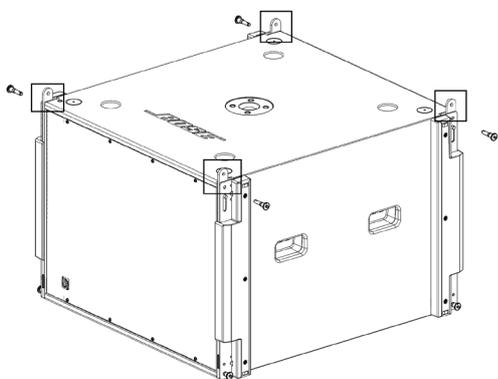

图 3.提起低音箱上的吊装环
7. 取下插销，将吊装环开关从 STOW 位置滑到 LINK 位置，再装回插销，从而提起低音箱四个角上的吊装环。参见图 3。